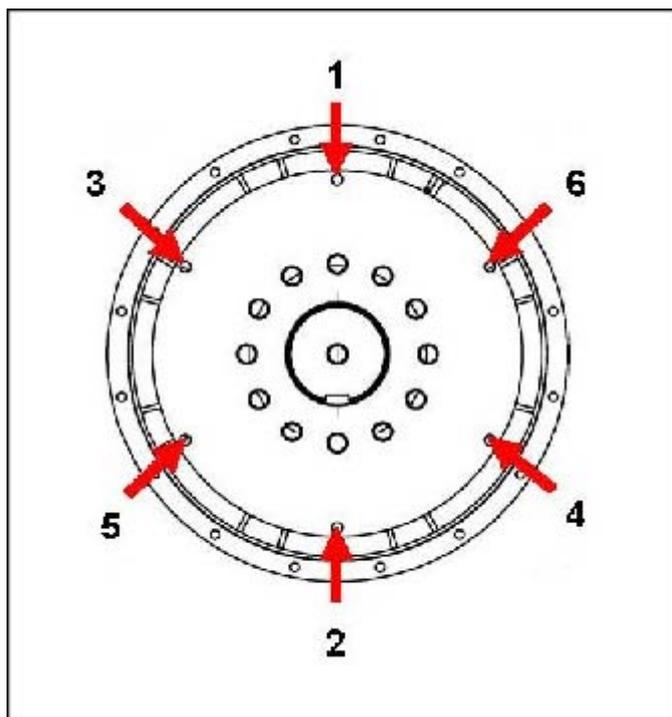

FIGURA 23. SEQUENZA DI FISSAGGIO AL VOLANO
10. Serrare i bulloni che fissano il disco di accoppiamento al volano, nella sequenza indicata in Figura 23 a pagina 40